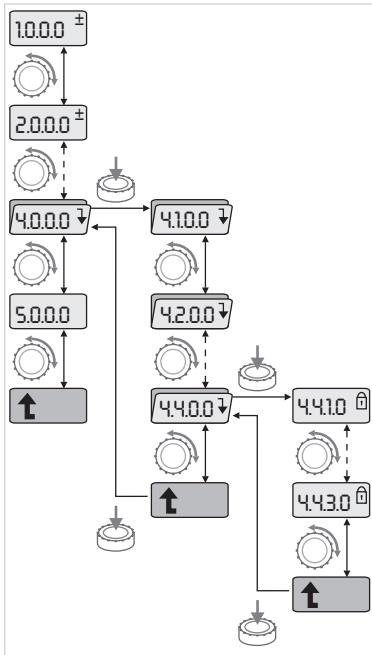

Fig. 40: Navigatievoorbeeld
- De algemene navigatie in het menu als volgt uitvoeren (voorbeeld, zie Fig. 40):